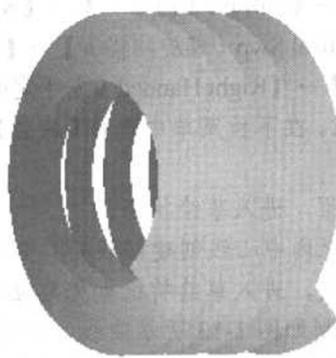

图 1-16 生成的螺旋扫描截面
(13) 单击对话框中【确定】按钮，最后得到如图 1-16 所示曲面。